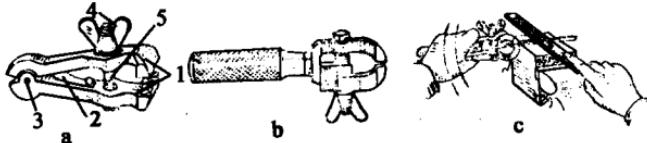

图 1-2 手虎钳
(1) 手虎钳(又称手拿钳)：是用来夹持轻巧工件(小型和薄板工件)进行钻孔加工的一种手持工具。使用时，调整螺丝就可把工件夹紧或松开，其结构见图1-2。另外还